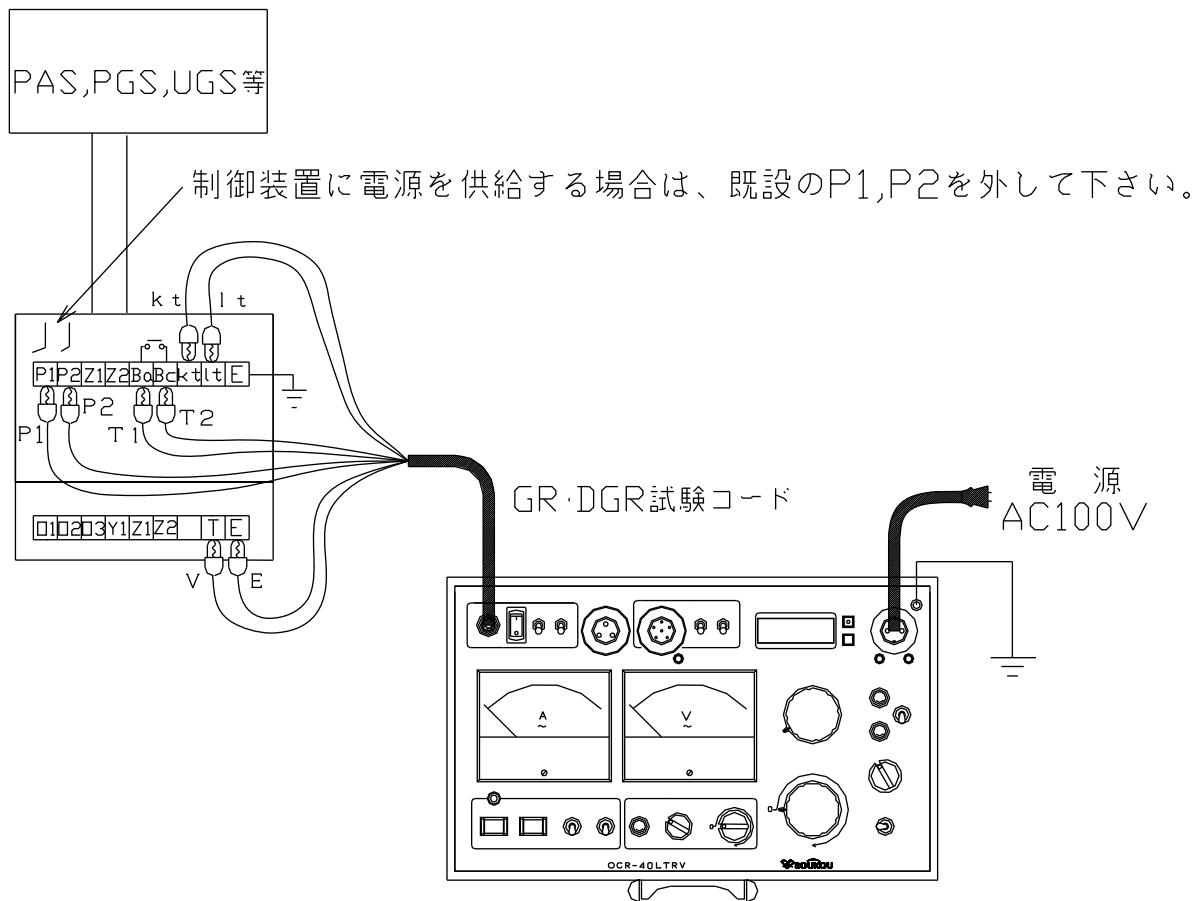

図15：PAS,PGS等の単体試験（停電状態）
7. 以上のような点を注意し、試験回路を構成します。(図15)